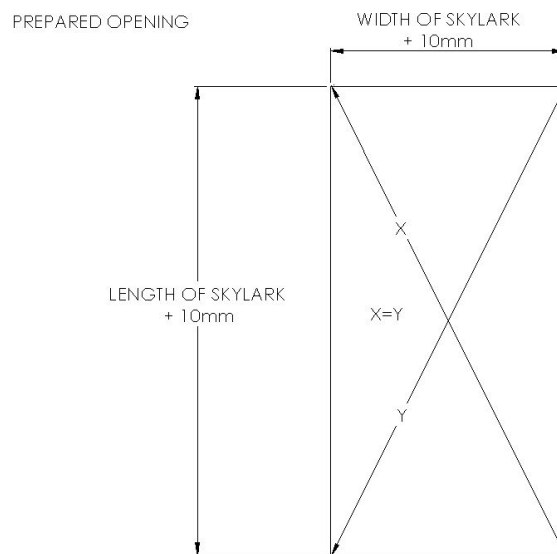

Abb.2.
2. Markieren Sie dann die Länge der Öffnung, indem Sie den Skylark Rahmen messen, fügen Sie 10 mm (3/8" bis 1/2") zur Länge und 10 mm (3/8" bis 1/2") zur Breite hinzu, und markieren Sie diese mit einem Bleistift an der Decke. Stellen Sie sicher, dass die vorgesehene neue Öffnung quadratisch ist. Siehe *Abb. 2*.